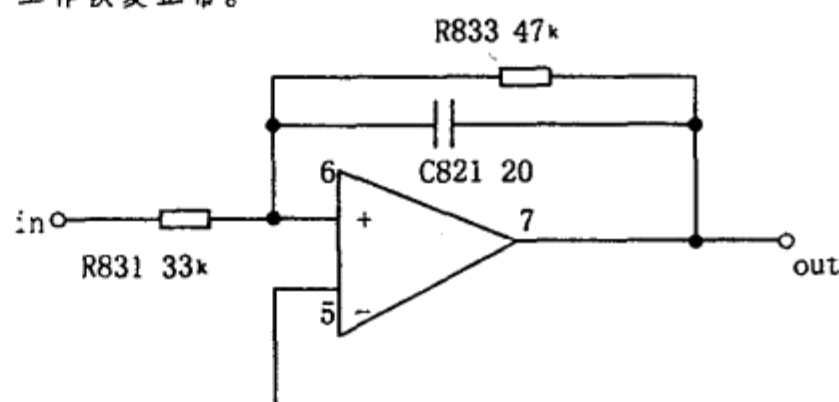

图5
分析检修:这种故障大多发生在AV板。用标准测试盘播放1kHz、0dB信号,用示波器测量U803的第⑨脚和第⑫脚都有3V(峰—峰值)的正弦波,测量U806的第①脚有4.8V(峰—峰值)输出,但U806第⑦脚波形异常,幅度小而杂波大,这说明U806第⑥脚和第⑦脚相关的电路出了故障。用万用表测R831、R833电阻,如图5所示,正常,检查周围的焊盘、焊点及走线正常,用电烙铁试把电容C821焊出来,用电容表测量已开路失容。